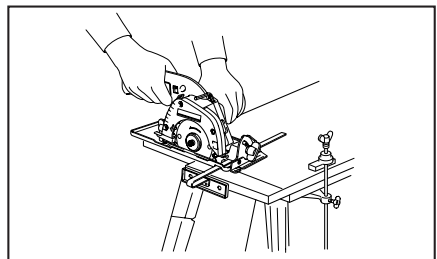

Fig. 4 Illustration de la façon typique et correcte de tenir la scie et de soutenir la pièce.
16. L'outil est doté d'une poignée avant (carter du moteur) et d'une poignée arrière pour une utilisation à deux mains. Utilisez en prenant soin de bien placer les mains et de soutenir la pièce. **AVERTISSEMENT :** Il est important de bien soutenir la pièce à travailler et de saisir la scie fermement pour prévenir toute perte de contrôle qui risquerait de causer une blessure. La Fig. 4 indique la façon typique de tenir la scie.